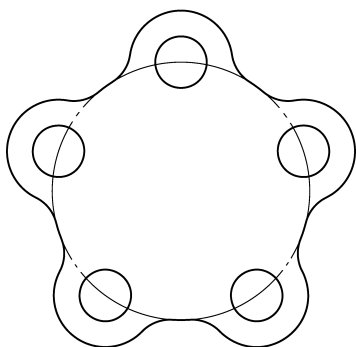

图 5-34 习题 1 图
1. 绘制如图 5-34 所示的图形 (不标尺寸, 暂用实线表示中心线等线型)。